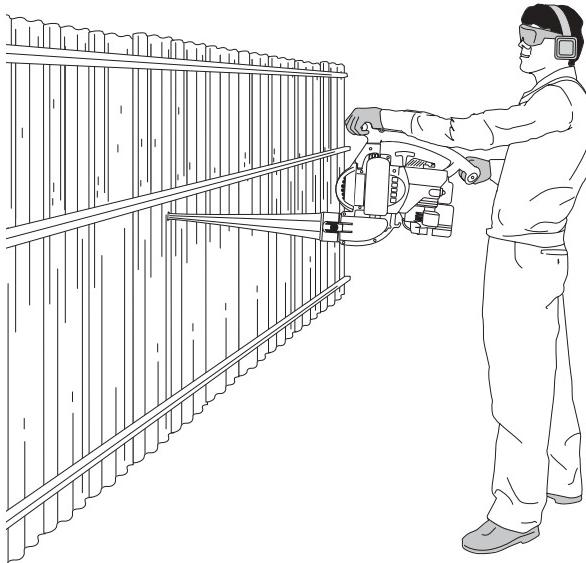

Fig. 15
- 3 Utiliser la souffleuse pour le nettoyage des murs, surplombs, palissades et moustiquaires (Fig. 15).